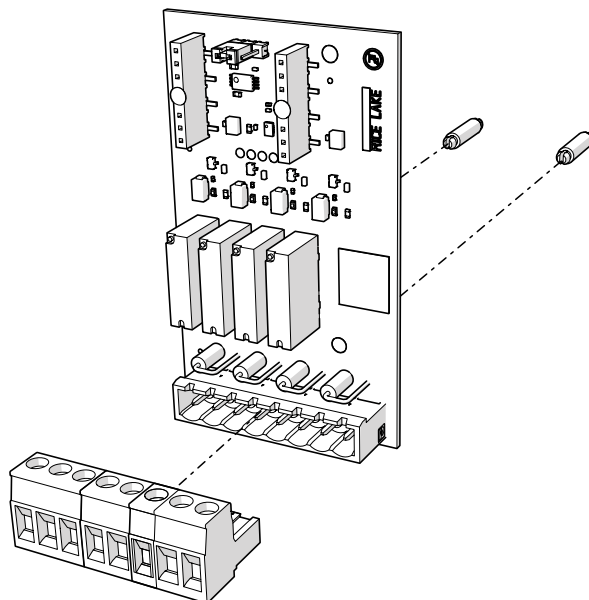

Figura 1. Juego de la tarjeta opcional de relés
En la Figura 1 y la Tabla 1 se muestran los componentes que se incluyen en el juego de la tarjeta opcional de relés:
2. Abra la carcasa como se indica en el manual técnico del visor (n.º de ref. 204533).
3. Conecte los dos separadores a la placa de la tarjeta opcional como se muestra en la Figura 1 en la página 1.